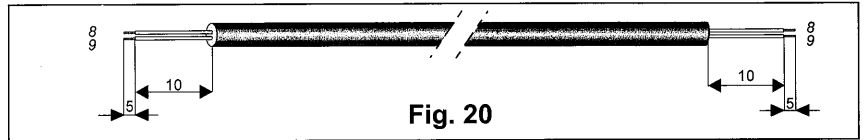

Fig. 20
5. Prepare el extremo del cable doble para conexión de acuerdo a lo mostrado en la fig. 20.
6. Desconecte la resistencia (4) de la unidad interior y conecte el conector de cable doble (3) en su lugar.
7. Conecte el otro extremo del cable doble (3) a la terminales del cable doble de la unidad exterior (8, 9).